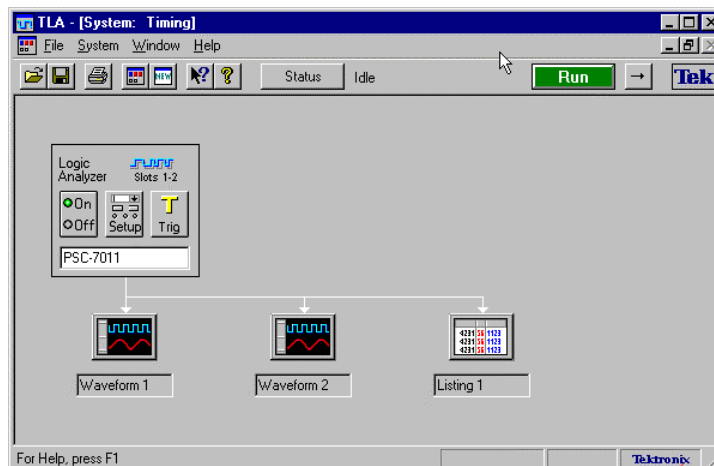

図 B-5 : ウェーブフォーム・ファイルの読み込みにより設定されたシステム・ウィンドウ
- c. 図 B-5 のように LA モジュールの名称が PSC-7011 に変更されたことを確認します。